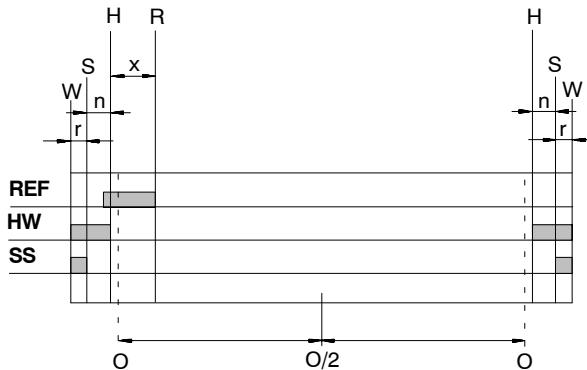

Fig. 47
- Los márgenes de respuesta del interruptor de seguridad (SS) y del interruptor por hardware (HW) se solapan (zona gris en Fig. 47). De esta forma pueden evitarse estados de funcionamiento indefinidos cuando el eje está conectado.